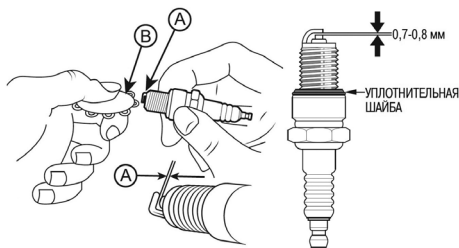

Рис. 38. Проверка межэлектродного зазора
4. Измерьте зазор между электродами свечи зажигания специальным щупом. Зазор должен быть 0,7-0,8 мм (Рис. 38). При увеличении, или уменьшении требуемого зазора, рекомендуется заменить свечу, так как регулировка зазора может привести к изменению качества искрообразования.